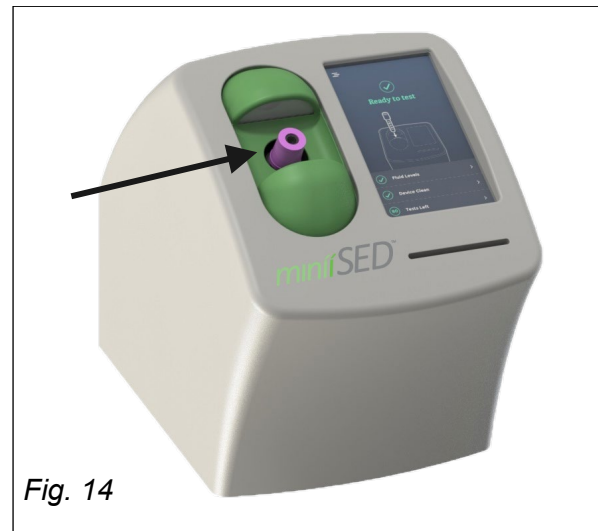

Fig. 14
4.2.1. Insira o tubo primário fechado com o código de barras virado para baixo, para dentro da porta de carga do analisador, conforme indicado (Fig. 14).